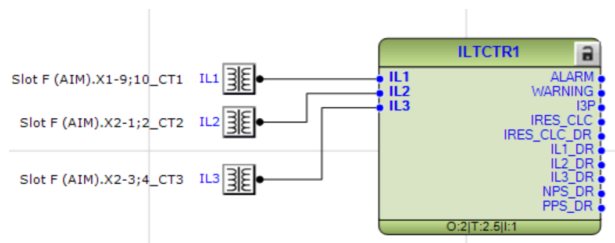

Imagen 57_Configuración de entradas para el bloque ILTCTR1.
2.1.15 Realizamos lo mismo para la entrada “IL3” asignando este mismo nombre a la entrada, teniendo así que bloque de corriente tendrá ahora las siguientes entradas que observamos en la **Imagen 57**.